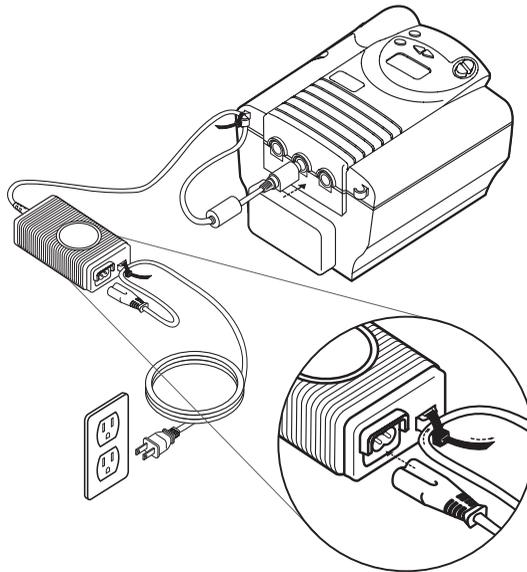

Figure 5-7 Branchement du cordon électrique c.a.
AVERTISSEMENT : Le système d'alimentation **doit** être placé à l'horizontale, comme illustré à la figure 5-7.
3. Sans tendre le cordon, branchez l'autre extrémité sur l'une des prises électriques de l'appareil, comme illustré à la figure 5-7. Le cordon électrique est muni d'une prise verrouillable. Pour brancher le cordon correctement :